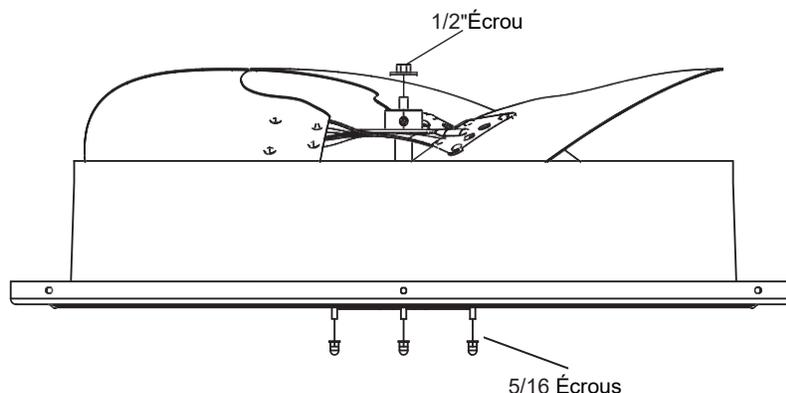

Figure 16-2
ÉTAPE 3 - assurez-vous de placer le couvercle du ventilateur sur le sol (Fig. 16-2).